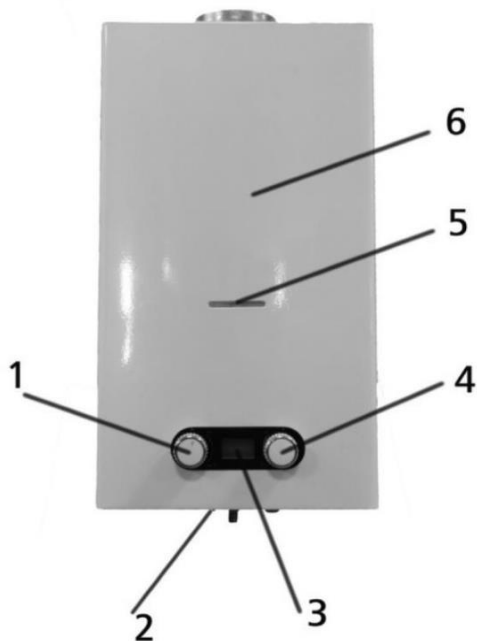
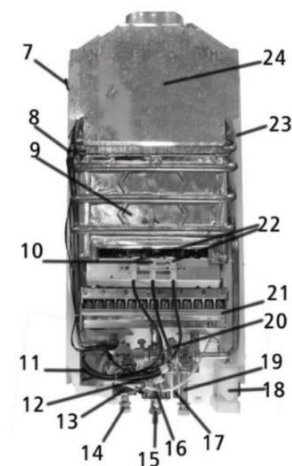

Рис. 1.
Рис. 2.
ВПГ настенного типа имеет прямоугольную форму, образуемую съемной облицовкой, установленной на каркасе (см. Рис. 1).
Составные части изделия, поясняющие принцип устройства ВПГ и требующие технического обслуживания во время эксплуатации, показаны на Рис. 1., Рис. 2.
- 20 - водогазовый узел (см. Рис.1) предназначен для включения ВПГ и обеспечения регулирования температуры воды и расхода газа. Узел состоит из двух регуляторов: водяного и газового. Конструкция водяного регулятора обеспечивает доступ газа к основной горелке только при наличии протока воды, одновременно обеспечивая срабатывание электромагнитного клапана (см. Рис. 1.2). Конструкция газового регулятора является частью газовой арматуры, регулирующей подачу газа между газовой сетью и горелкой;